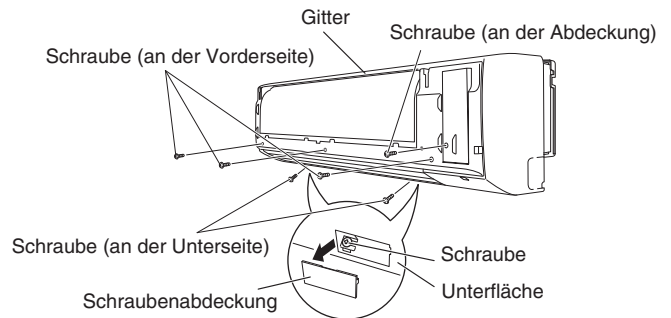

Abb. 3-13
- (3) Die drei Schrauben an der Vorderseite der Einheit herausdrehen und die Schraubenabdeckungen an der Unterfläche entfernen. Danach die beiden Schrauben entfernen. (Abb. 3-13)
- (4) Die Schraube an der rechten Abdeckplatte entfernen und die Abdeckung entfernen. (Abb. 3-13)